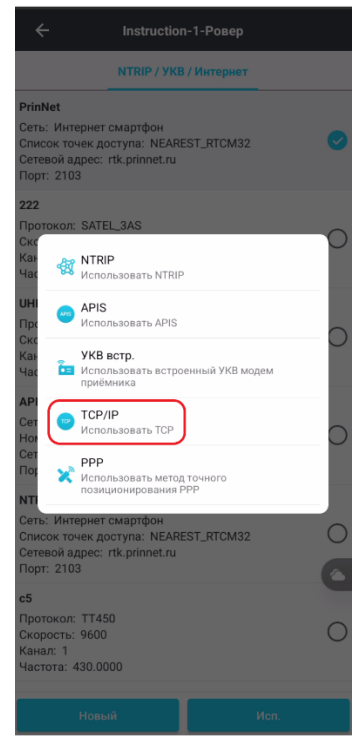

Рисунок 5.2.35
3. Нажмите **Новый** и выберите **TCP/IP** (Рисунок 5.2.35).